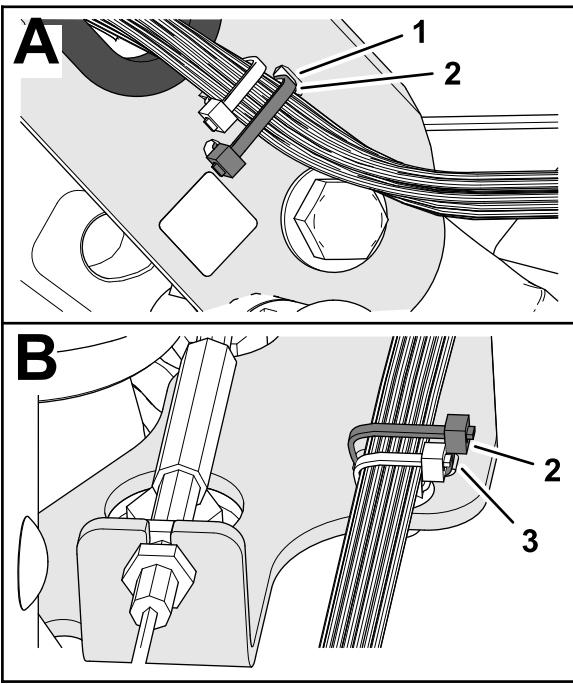

Figure 11
- Fixez le faisceau de la machine sur le profilé du timon en passant un attache-câble dans les fentes du profilé (Figure 11).